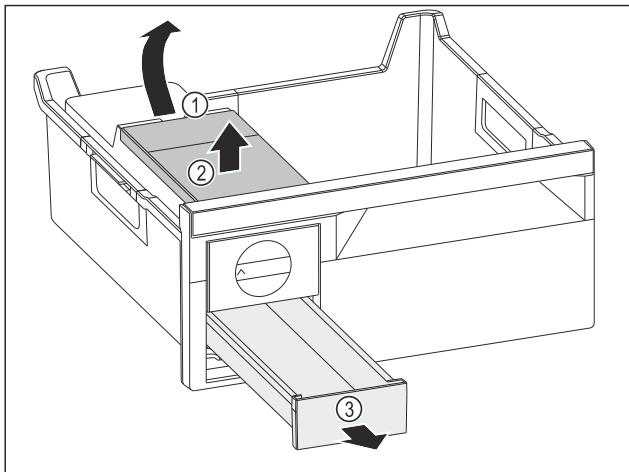

Fig. 81
- Изваждане на резервоара за вода: Повдигнете резервоара за вода при прореза Fig. 81 (1).
- Извадете резервоара за вода Fig. 81 (2) нагоре.
- Извадете чекмеджето за ледени кубчета Fig. 81 (3) напред.